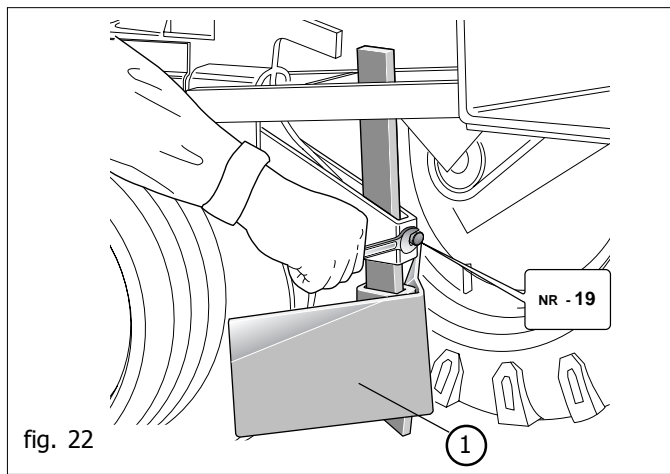
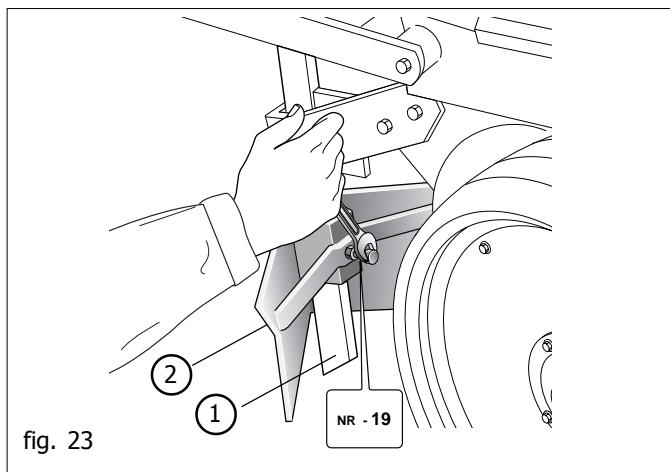

fig. 22
fig. 23
- Regolare lo spartizolle (1 Fig. 22) ad un'altezza dal terreno di 2-3 cm. Se il terreno si presenta compatto, per agevolare la penetrazione dei dischi assolcatori, è possibile dare maggiore profondità al coltello (1 Fig. 23) regolabile separatamente dall'ala (2 Fig. 23).